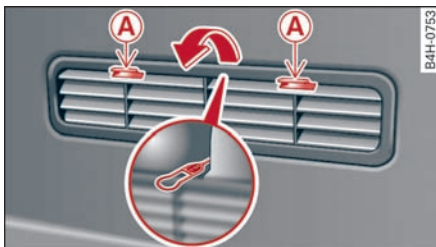

图 218 在装有选择性尾气催化进化还原系统的车上*，行李箱中右侧面装饰件
- ▶ 按两个固定凸鼻 **A** ⇒ 图 218 并将其向内旋摆。现在可以向上去取下格栅。